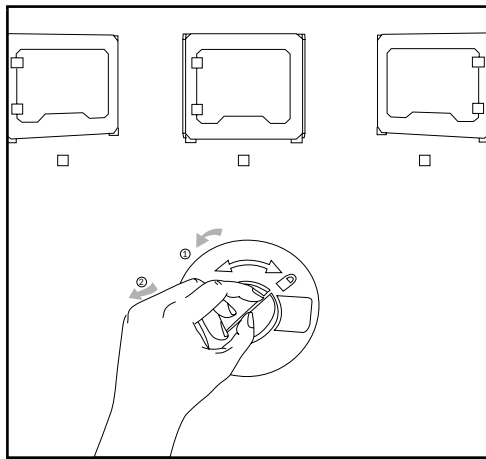
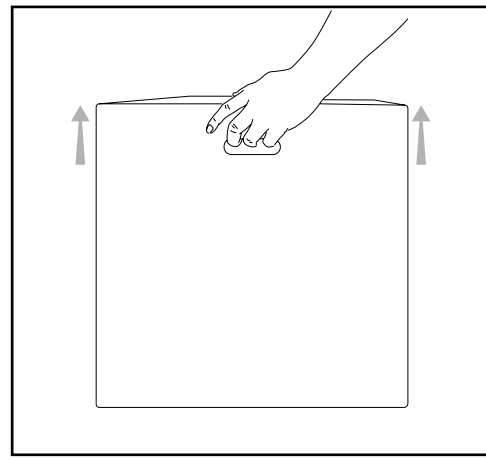

Figure 2.1 Retirez les onglets circulaires des deux faces
Figure 2.2 Retirez l'enveloppe
- 1 La caisse est constituée de deux pièces de carton : un plateau sur la partie inférieure et une enveloppe sérigraphiée. Pour retirer l'enveloppe, il faut tout d'abord retirer les deux onglets en plastique circulaires qui rattachent les deux pièces (fig. 2.1). Après avoir retiré les fixations, retirez l'enveloppe en utilisant les anses de la partie supérieure (fig. 2.2). Elle devrait s'enlever facilement.